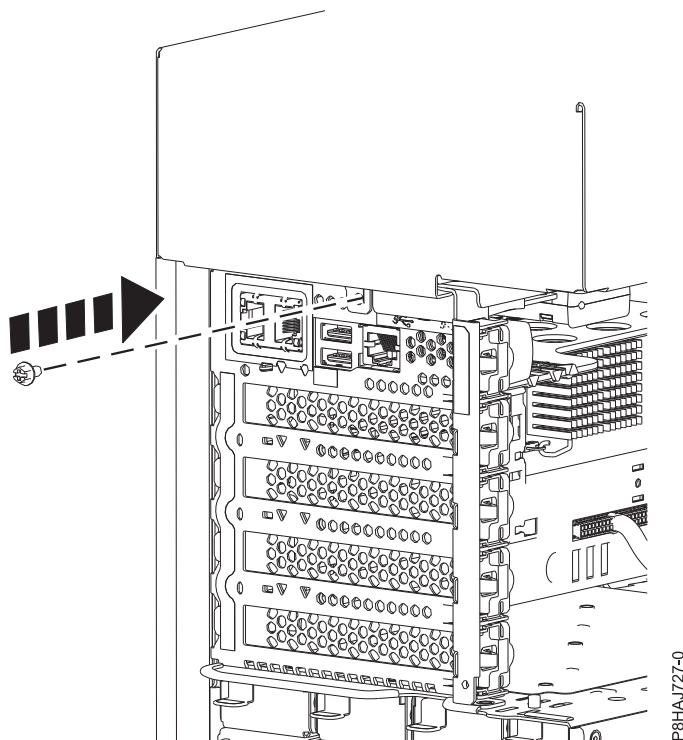

Figura 39. Instalar o parafuso da tampa lateral do 8286-41A
5. Instale o parafuso da parte posterior da tampa lateral com uma chave Phillips conforme demonstrado na Figura 39 na página 58.